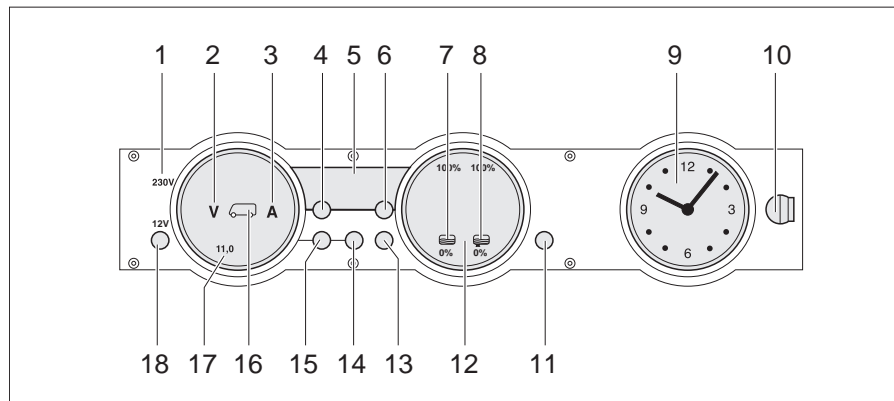

Fig. 170 Pannello di controllo MP 20-T
La spia di controllo 230 V (Fig. 170,1) si accende quando all'ingresso della centralina elettrica è presente una tensione di rete.
L'interruttore principale 12 V (Fig. 170,18) inserisce o disinserisce il pannello di controllo e l'alimentazione a 12 V dell'abitacolo.
Accensione: ■ Premere brevemente il tasto "12 V" (Fig. 170,18). L'alimentazione a 12 V dell'abitacolo è inserita. L'indicatore di controllo "12 V" si accende.
- ▷ Se dopo l'accensione il LED "11,0" dell'indicatore dei volt e il simbolo dei Volt "V" (Fig. 170,2) lampeggiano nell'indicatore delle batterie (Fig. 170,17), la tensione della batteria dell'abitacolo è insufficiente. Caricare la batteria.
- ▷ Se dopo l'accensione l'indicatore di controllo "12 V", il simbolo della batteria dell'abitacolo (Fig. 170,16) e il simbolo dei Volt "V" (Fig. 170,2) lampeggiano per tre volte, significa che la separazione della batteria è attivata. Disattivare la separazione della batteria.
Spegnimento: ■ Premere brevemente il tasto "12 V" (Fig. 170,18). L'alimentazione a 12 V dell'abitacolo è disinserita. L'indicatore di controllo "12 V" si spegne.
- Premere il tasto della batteria dell'abitacolo (Fig. 170,14) e tenerlo premuto per circa 10 secondi. Il simbolo dei Volt "V" (Fig. 170,2) e il simbolo degli Ampere "A" (Fig. 170,3) lampeggiano tre volte. La batteria dell'abitacolo è separata dalla rete di bordo a 12 V.
- Premere il tasto "12 V" (Fig. 170,18) e tenerlo premuto per 5 secondi. Il simbolo dei Volt "V" (Fig. 170,2) lampeggia tre volte. La batteria dell'abitacolo è collegata alla rete di bordo a 12 V. L'indicatore di controllo si accende dopo circa 2 secondi.
- Premere il tasto della batteria dell'abitacolo "🔋" (Fig. 170,14). Il simbolo dei Volt "V" (Fig. 170,2) si accende. Il simbolo degli Ampere "A" si accende con luce bianca o rossa a seconda del livello di carica o scarica delle batterie. La tensione della batteria e la corrente della batteria dell'abitacolo sono indicate dai LED sul pannello di controllo.
- Premere il tasto della batteria di avviamento "🔋" (Fig. 170,15). Il simbolo dei Volt "V" (Fig. 170,2) si accende. La tensione della batteria della batteria di avviamento viene indicata attraverso i LED nell'indicatore.
- Premere il tasto dei serbatoi "  " (Fig. 170,13). I simboli del serbatoio dell'acqua "  " (Fig. 170,7) e del serbatoio delle acque grigie "  " (Fig. 170,8) si accendono. I livelli di riempimento del serbatoio dell'acqua (scala a sinistra) e del serbatoio delle acque grigie (scala a destra) vengono visualizzati mediante i LED nell'indicatore.
Il simbolo Volt "V" (Fig. 170,2) e il LED "11,0" iniziano a lampeggiare non appena la tensione della batteria scende al di sotto di 11 V (misurazione durante il normale esercizio) con conseguente rischio che la batteria si scarichi totalmente.
Il simbolo del serbatoio dell'acqua "☰" (Fig. 170,7) o il simbolo del serbatoio delle acque grigie "☷" (Fig. 170,8) lampeggia se il serbatoio dell'acqua è vuoto o il serbatoio delle acque grigie è pieno.
Attraverso l'indicazione digitale (Fig. 170,5) è possibile visualizzare la temperatura interna e la temperatura esterna.
- Premere il tasto della temperatura interna "☰" (Fig. 170,4). Viene indicata la temperatura interna.
- Premere il tasto della temperatura esterna "☷" (Fig. 170,6). Viene indicata la temperatura esterna.
L'indicatore dell'orologio (Fig. 170,9) indica l'ora. L'orologio contiene una batteria propria e non è collegato alla rete di bordo a 12 V.